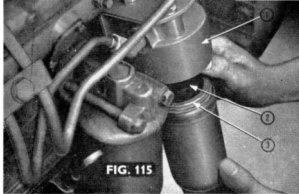

FIG. 115
1. Schroef de filterbodemp (1. Fig. 115) van de filterkop (2. Fig. 115) los.